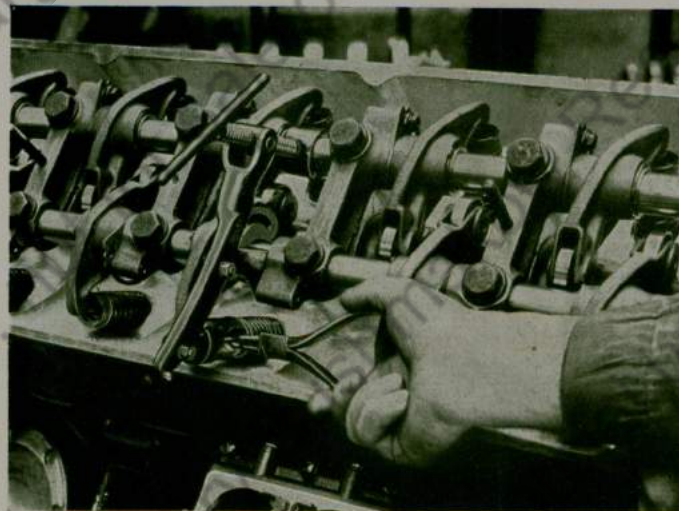

Abb. 22 Auswechseln einer Ventildeder
2. Auswechseln von Ventildedern (Abb. 22).